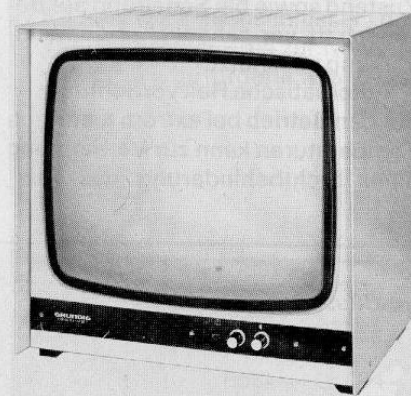

Bild 13 Bildwiedergabegerät BG 45
6.5 Bildwiedergabegerät BG 45 (Bild 13)